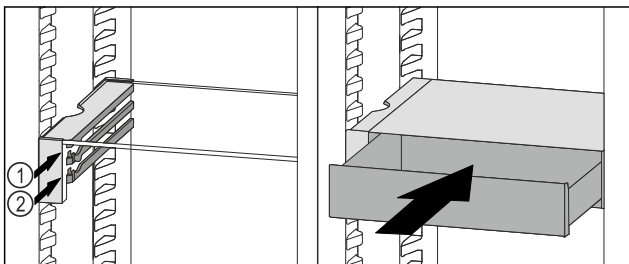

Fig. 95
- ▶ Встановити висувний ящик VarioSafe за стопорами на потрібне ребро Fig. 95 (1) або Fig. 95 (2).